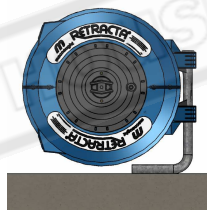

Fig.3 BB100 - Parquet/zeTable
- C) Utiliser le support BB100 en option pour monter l'enrouleur sur un mur entre 1,8 m et 4,5 m, ou sur un établi/au sol (voir figures 3 et 4).